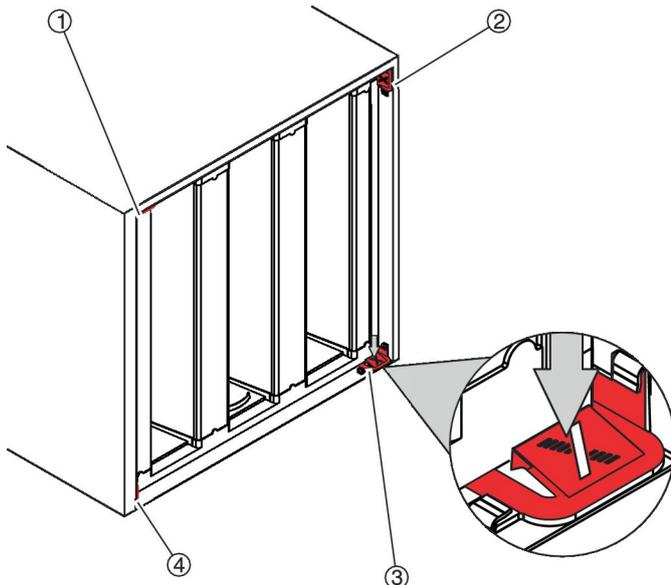

Abb. 53: Klemmen lösen
3. ▶ Die Klemmen (Abb. 53 /1 bis 4) in den Ecken nacheinander niederdrücken.